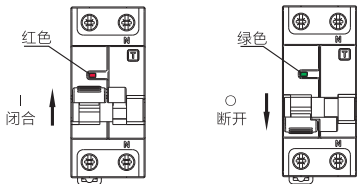

图2 闭合、断开状态指示
5.1 安装前先检查断路器标志与所使用的工作条件是否相符；断路器闭合、断开状态指示如图2